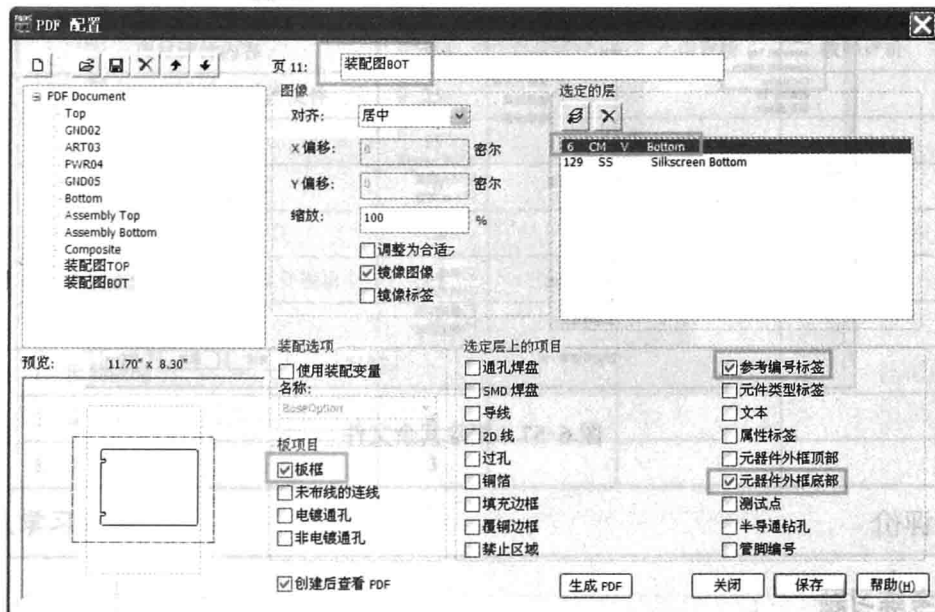

图 6-55 设定 Bottom 层参数
(3) 单击  图标, 弹出“页 11”对话框, 改名为“装配图 BoT”, 并在“选定的层”栏中单击  图标。将 Bottom 和 Silkscreen Bottom 层添加进“已选定”栏中。然后在“选定的层”栏中分别对 Bottom 和 Silkscreen Bottom 层进行定义, 如图 6-55 和图 6-56 所示。